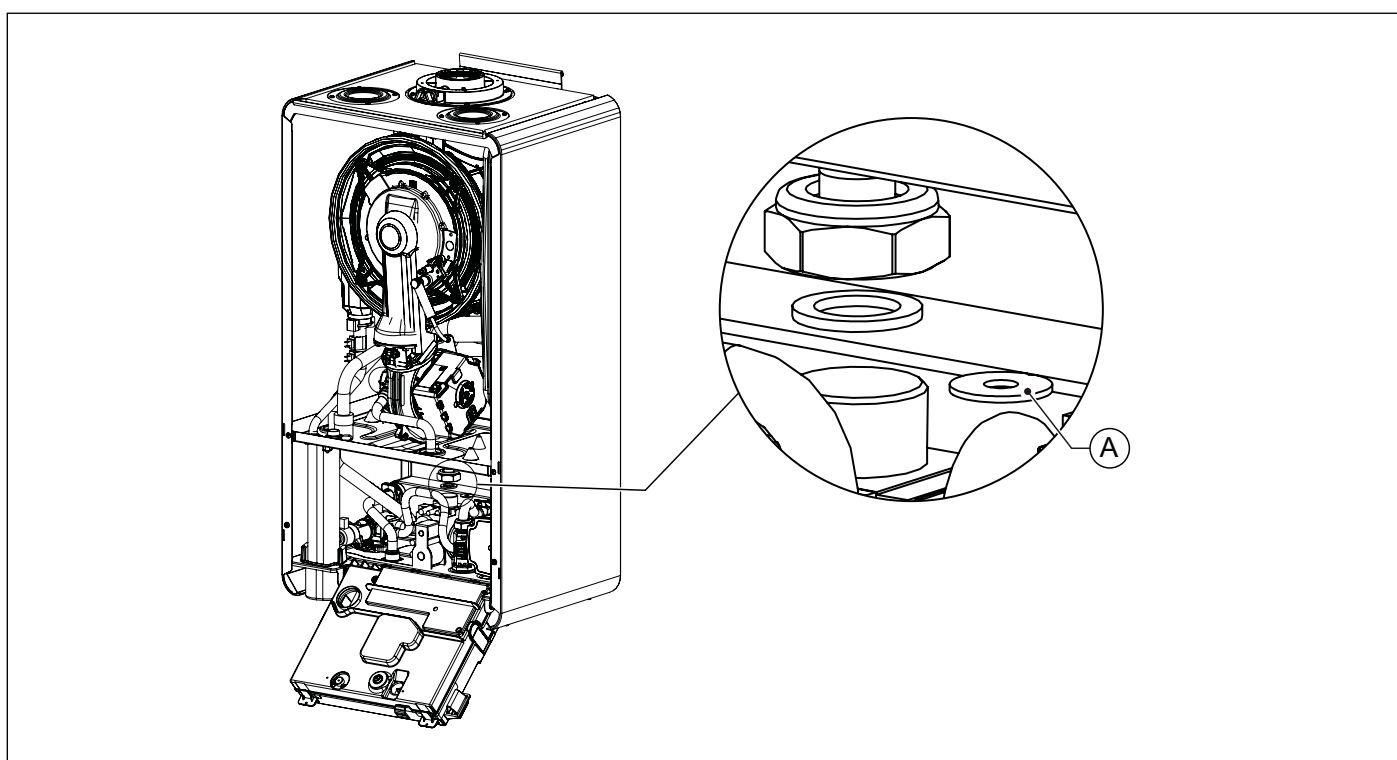

Fig. 34 Înlocuirea diafragmei de gaz
- Deconectați teava de pe vana de gaz (consultați Fig. 34 Înlocuirea diafragmei de gaz).
- Înlocuiți diafragma de gaz (A) cu diafragma nouă de gaz (consultați Fig. 34 Înlocuirea diafragmei de gaz și Tab. 34 Diametrul diafragmei de gaz (mm)).